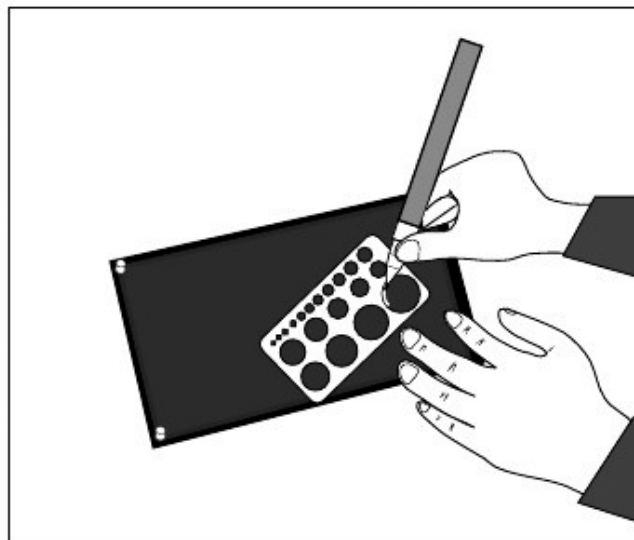

Figure 1
2. Dessiner les électrodes sur le papier noir (voir Figure 1).